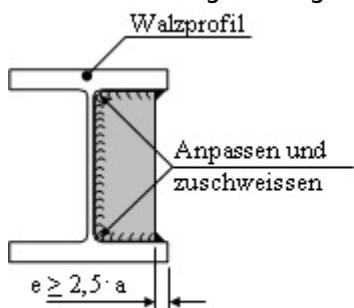
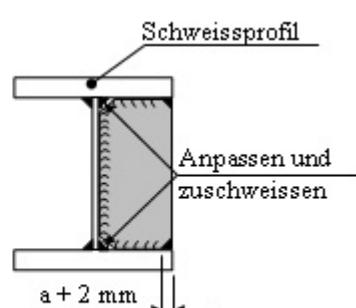

Bild 1
Bild 2
Dies betrifft sowohl gewalzte als auch geschweißte Längs-Profile. Am Profilrand ist die Steife/ die Verstärkungsrippe/ das Querblech um das Mass $e \geq 2,5 \cdot a$ zurückstehen zu lassen oder muss mit einer Fase versehen werden, die $(a + 2)$ mm tief ist, damit eine ausreichende Umschweissung sichergestellt ist (Bild 1 und Bild 2).
- Bei dynamischer Belastung gilt für die Eckausführung das gleiche (Bild 1 und Bild 2), wenn die Dicken der beteiligten Bauteile ≤ 15 mm sind (Gurtbleche, Stegbleche, Steifen u.a.), da dann die Kerbwirkung aus Spannungsanhäufung durch Nahtkreuzung der Längs-/ Quernähte bzw. Walzspannung im Radius/ Quernähte geringer einzustufen ist, als die Kerbwirkung, verursacht durch eine Ausnehmung.